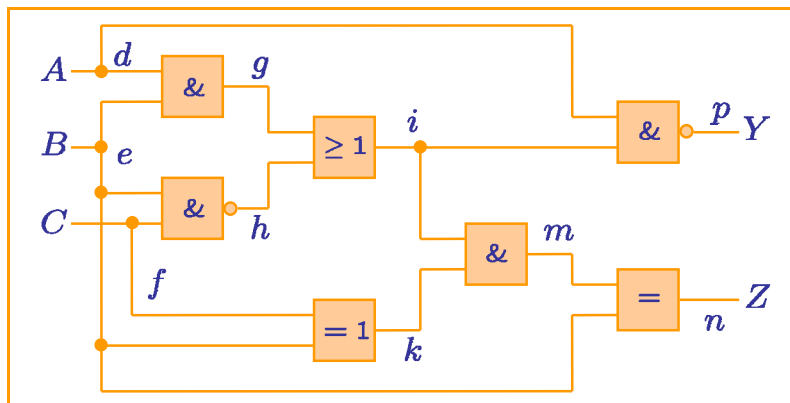

Abbildung 5 Zu testende Schaltung
Wir wollen nun die folgende (noch) fehlerfreie Schaltung testen, die in Abbildung 5 dargestellt ist. Die Schaltung besitzt die drei Eingänge A, B, C und zwei Ausgänge Y, Z. Dazu verbinden verschiedene interne Signale (d bis p) einfache Gatter.
- 3) Simuliert mit GHDL/GTKWave (siehe Aufgabe 1.2) die Schaltung, die in Abbildung 5 dargestellt ist. Die Schaltung und die zugehörige Testumgebung findet ihr als „KombSchaltung.vhdl“ und „KombSchaltung\_tb.vhdl“ im Unterverzeichnis „c:lilca1\hdl“.